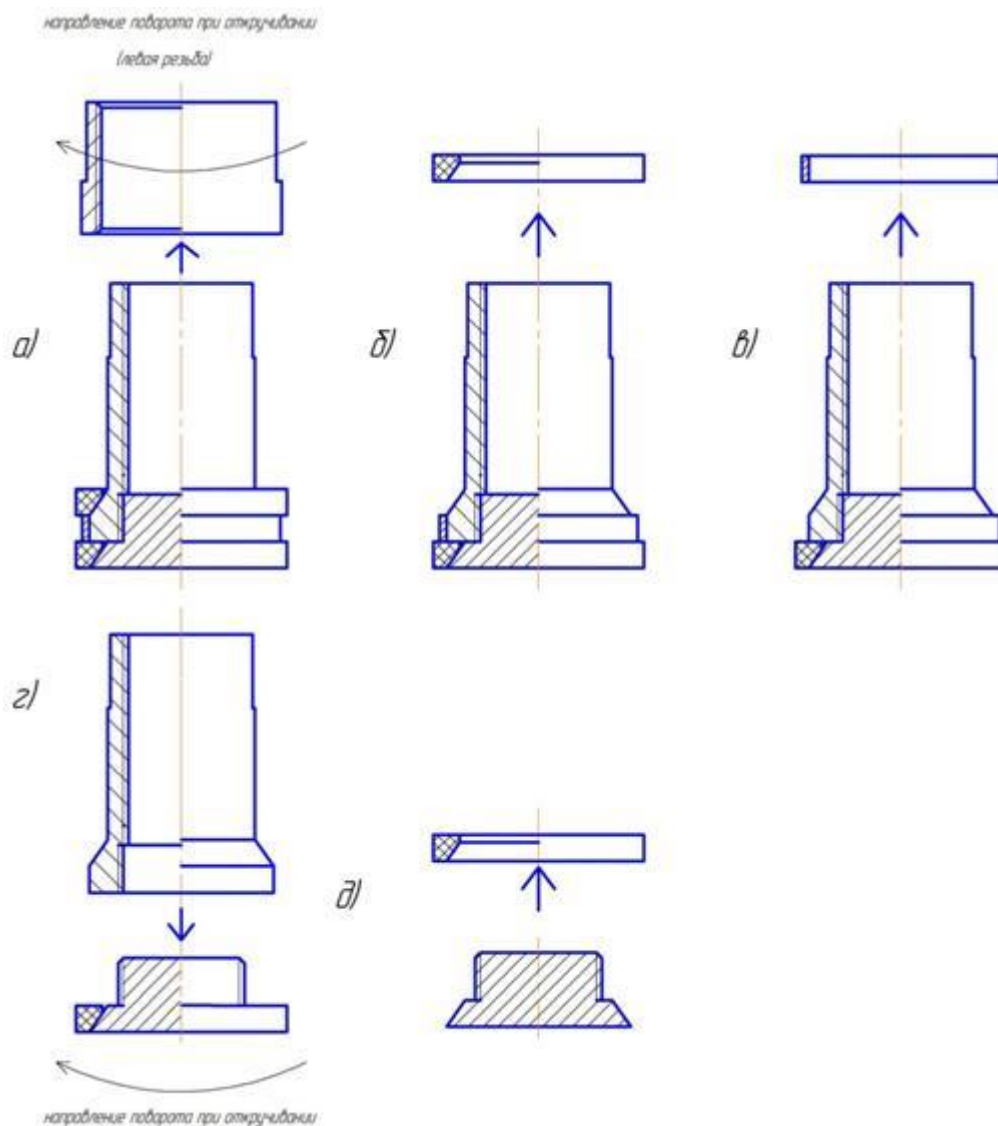

Рис. 3
- 2) Фиксируя основание 1 ключом на 24, вторым ключом на 36 открутить гайку регулировочную 2. (Внимание! Левая резьба). Снять гайку и кольцо уплотнительное 3. (Рис. 3 а, б)